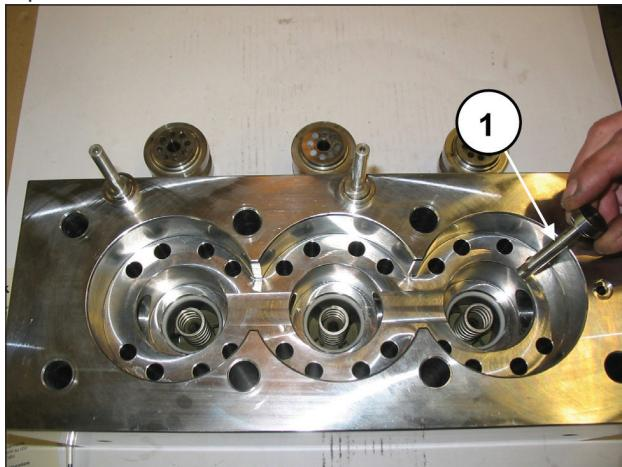
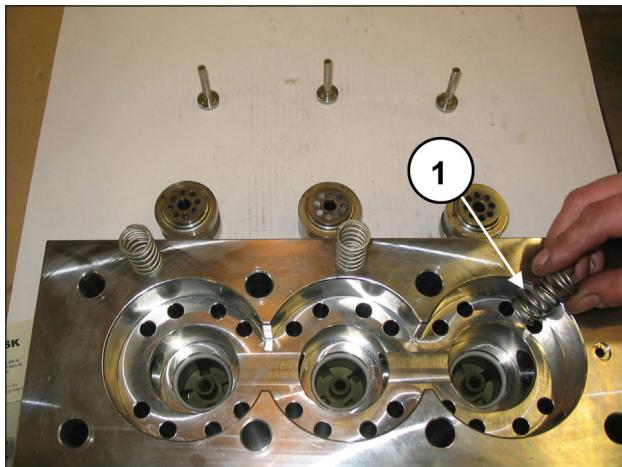
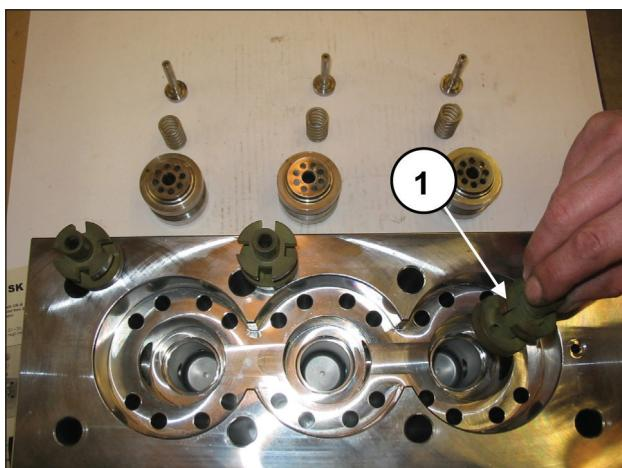

Fig. 106
Fig. 107
Fig. 108
Estrarre i piattielli di mandata (pos. ①, Fig. 106), e le rispettive guide (pos. ①, Fig. 108), con relative molle (pos. ①, Fig. 107), controllare il loro stato di usura ed eseguire, se necessario, eventuali sostituzioni, e comunque negli intervalli indicati nel capitolo 11 del **Manuale uso e manutenzione**.